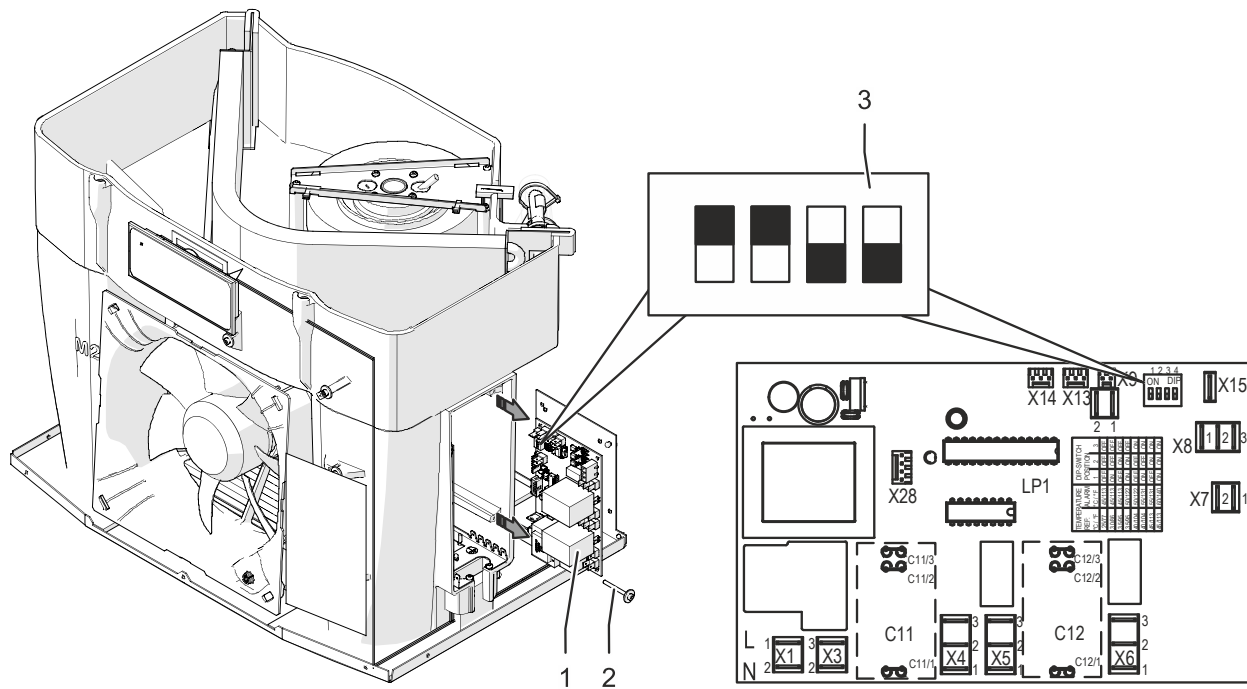

Fig. 22: Ajuste del interruptor DIP
2. Retire el tornillo de plástico (Fig. 22, pos. 2).
3. Extraiga la placa de circuito impreso del controlador (Fig. 22, pos. 1).
4. Ajuste el interruptor DIP (Fig. 22, pos. 3) en el controlador según «Posibilidades de ajuste del interruptor DIP», Página 41.